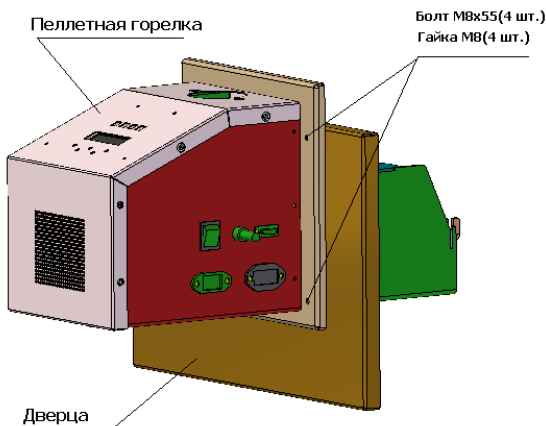

Рис.30 Дверца с пеллетной горелкой КОРИ 4/25
На кронштейны 6 (**рис.13**) вместо шуровочной дверцы 1 надеть дверцу из комплекта горелки КОРИ 4/25 (табл.2) в сборе с горелкой (**рис.30, 33**).
8.2.4 Демонтировать среднюю дверцу 3 (рис. 2), и заменить на дверцу из комплекта горелки КОРІ 4/25 или КОРІ 12/50 (см. табл.2) в сборе с горелкой (рис.30)